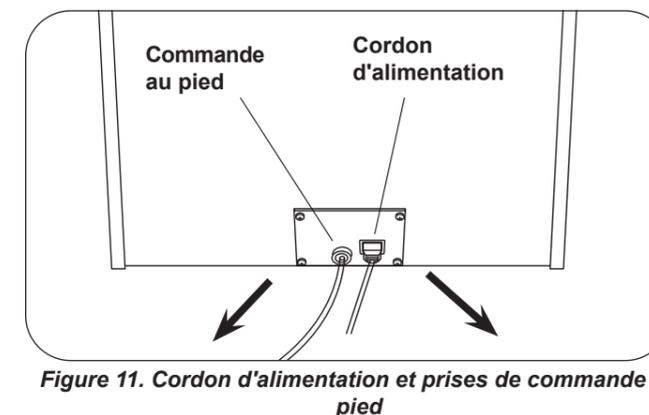

Figure 11. Cordon d'alimentation et prises de commande au pied
15. Débranchez la pédale de commande et le cordon d'alimentation et placez-les dans le tiroir de rangement arrière (Figure 11). Le cordon d'alimentation des modèles 6000/6500/6800/6000PLUS/6500PLUS et 6800PLUS est fixé à la table. Il est conseillé de placer l'extrémité du cordon côté prise dans le tiroir de rangement arrière pour éviter de l'endommager lors du transport de la table.